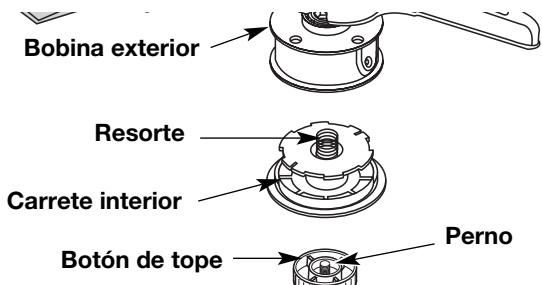

Fig. 27
1. Sostenga la bobina exterior con una mano y desenrosque el botón de tope en sentido antihorario (Fig. 27). Inspeccione el perno de adentro del botón de tope para verificar que se mueva con libertad.
2. Saque el carrete interior de la bobina exterior (Fig. 27).
3. Saque el resorte del carrete interior (Fig. 27).
- Sostenga la bobina exterior con una mano y desenrosque el botón de tope en sentido antihorario (Fig. 27). Inspeccione el perno dentro del botón de tope para verificar que se mueva con libertad. Cambie el botón de tope si está dañado.
- Saque el carrete interior viejo de la bobina exterior (Fig. 27).
- Saque el resorte del carrete interior viejo (Fig. 27).